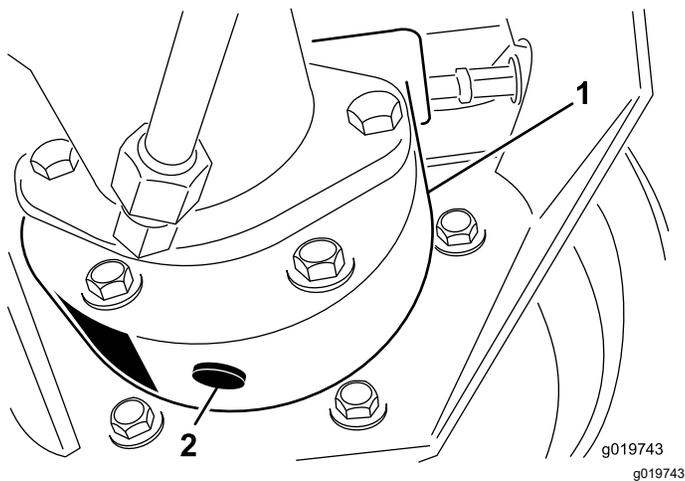

Bild 90
3. Stellen Sie eine Auffangwanne unter das Bremsgehäuse, entfernen Sie die Ablassschraube und lassen das Öl ablaufen (Bild 90).